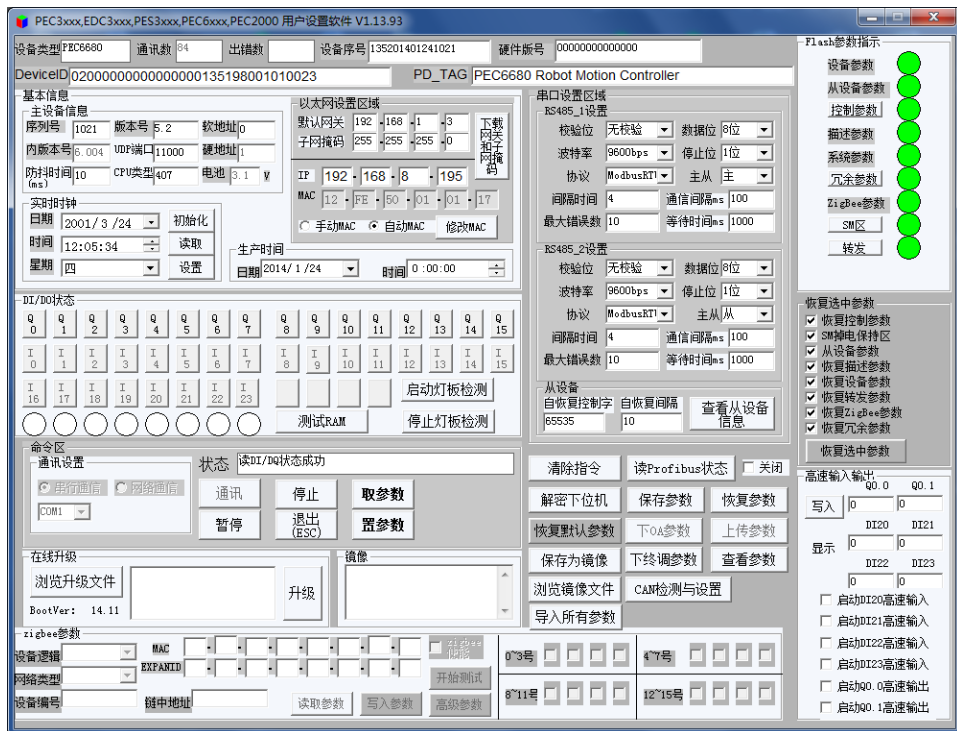

图 6-1-2 PEC6680 用户设置软件
(2) **启动设置软件**: 启动 PEC6680 用户设置软件, 进入如图 6-1-2 所示界面, 单击“通信”按钮。设置软件连接控制器, 读取控制器系统参数, 进入参数设置状态。